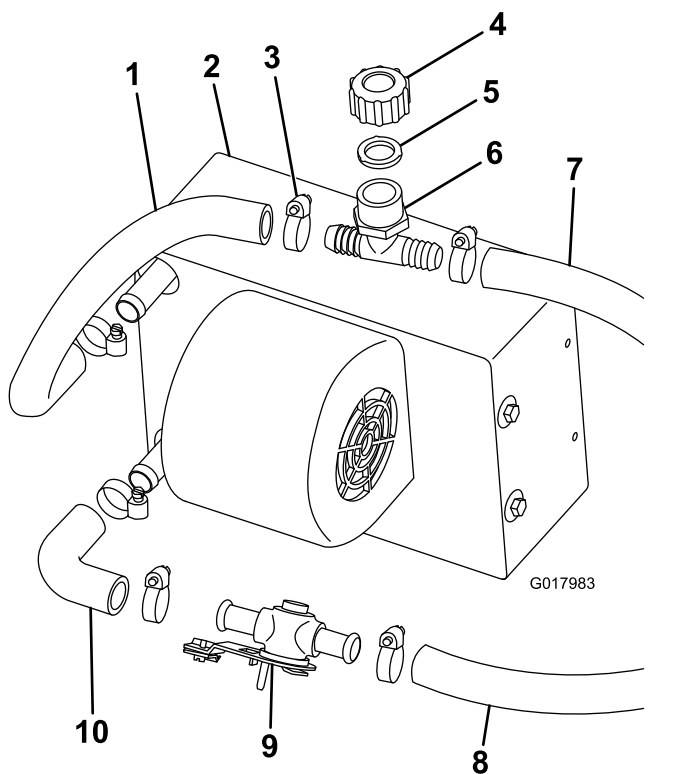

Bild 20
1. Befestigen Sie den Krümmerschlauch mit einer Schlauchklemme am unteren Anschlussstück der Heizung (**Bild 20**).
- Schließen Sie das Heizungsventil mit einer Schlauchklemme am Krümmerschlauch an (Bild 20).
- Schneiden Sie ein 36 cm langes Schlauchstück ($\frac{5}{8}$ ") und befestigen Sie es mit einer Schlauchklemme am oberen Anschlussstück der Heizung (Bild 20).
- Befestigen Sie das weiße Füll-T-Stück, die Dichtung und den Deckel mit einer Schlauchklemme am oberen Heizungsschlauch (Bild 20).